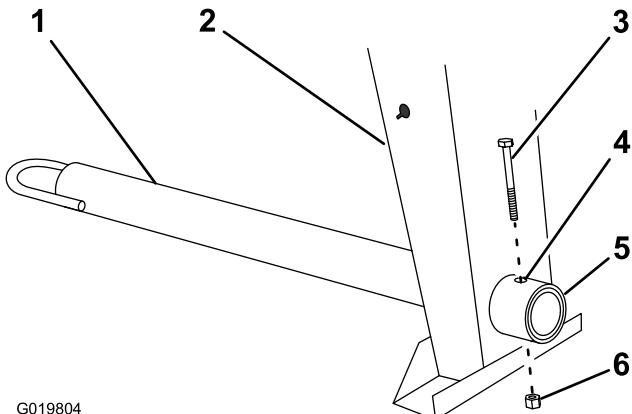

Figura 4
- Retire el perno y la tuerca de la barra de tracción (Figura 4).
- Deslice la barra de tracción hacia adelante y alinee el taladro de la barra con el taladro del acoplamiento del bastidor (Figura 4).
- Introduzca el perno a través de los taladros del acoplamiento y de la barra (Figura 4).
- Enrosque la tuerca en el perno y apriétela hasta que queden apretados contra el acoplamiento del bastidor (Figura 4).